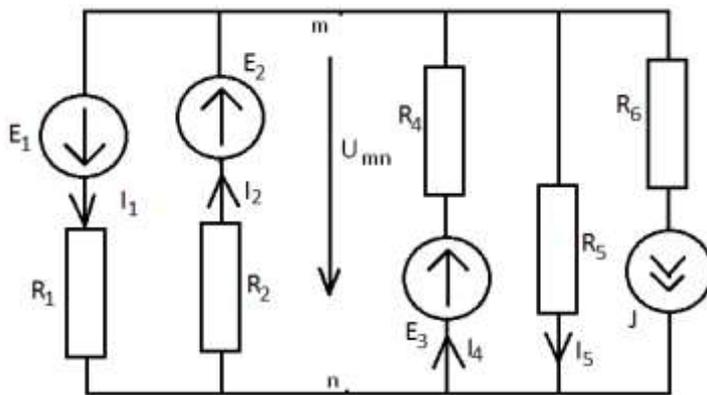

Рис. 152
1.5.3. Рассчитаем эквивалентную ЭДС генератора (рис. 152).